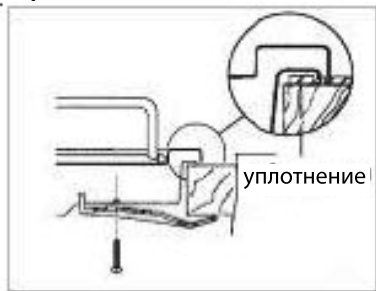

Рисунок 7
- Закрепите поверхность при помощи соответствующих зажимов и винтов, как показано на схеме. После того как винты будут затянуты, избыточный материал прокладок можно удалить (см. Рисунок 7*)